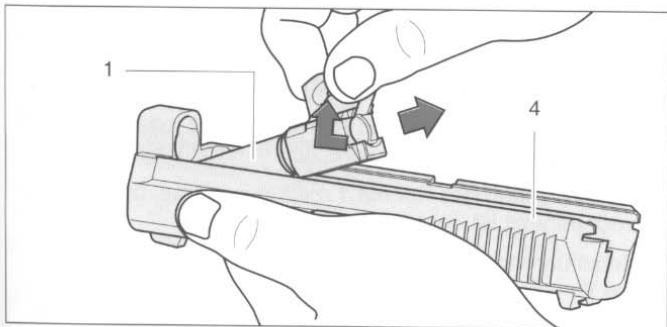

Abb. 12
8. Rohr **1** aus Verschluss **4** heben (Abb. 12).